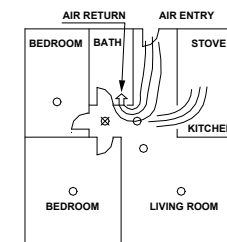

Fig. 4
- Vietose kur ventilavimo sistemos neleis dūmams patekti į dūmų jutiklį. Fig. 4, parodo tinkamą ir netinkamą jutiklių išdėstymą.